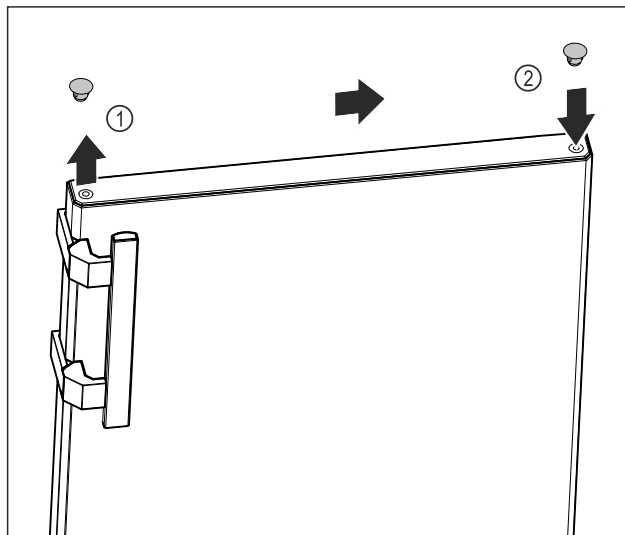

Fig. 14
- ▶ Soulever avec soin le cache de recouvrement de la partie supérieure de la porte Fig. 14 (1) au moyen d'un tournevis plat.
- ▶ Placer le cache de recouvrement du côté opposé. Fig. 14 (2)